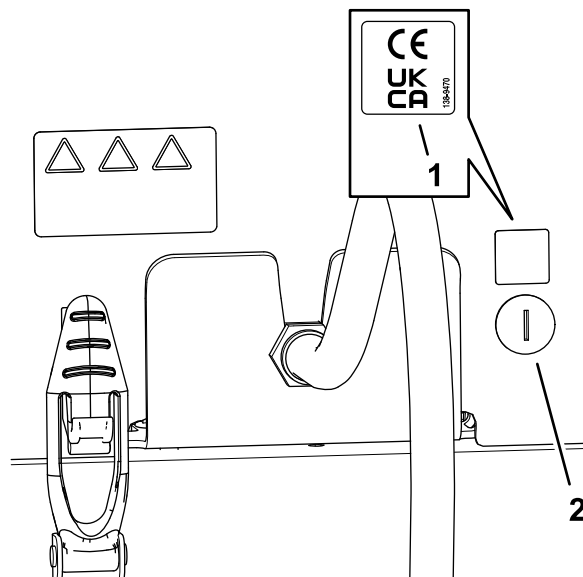

Figura 35
1. Folosiți alcool sanitar și o lavetă curată pentru a curăța zona capotei din apropierea clișeului capotei și lăsați capota să se usuce (**Figura 35**).